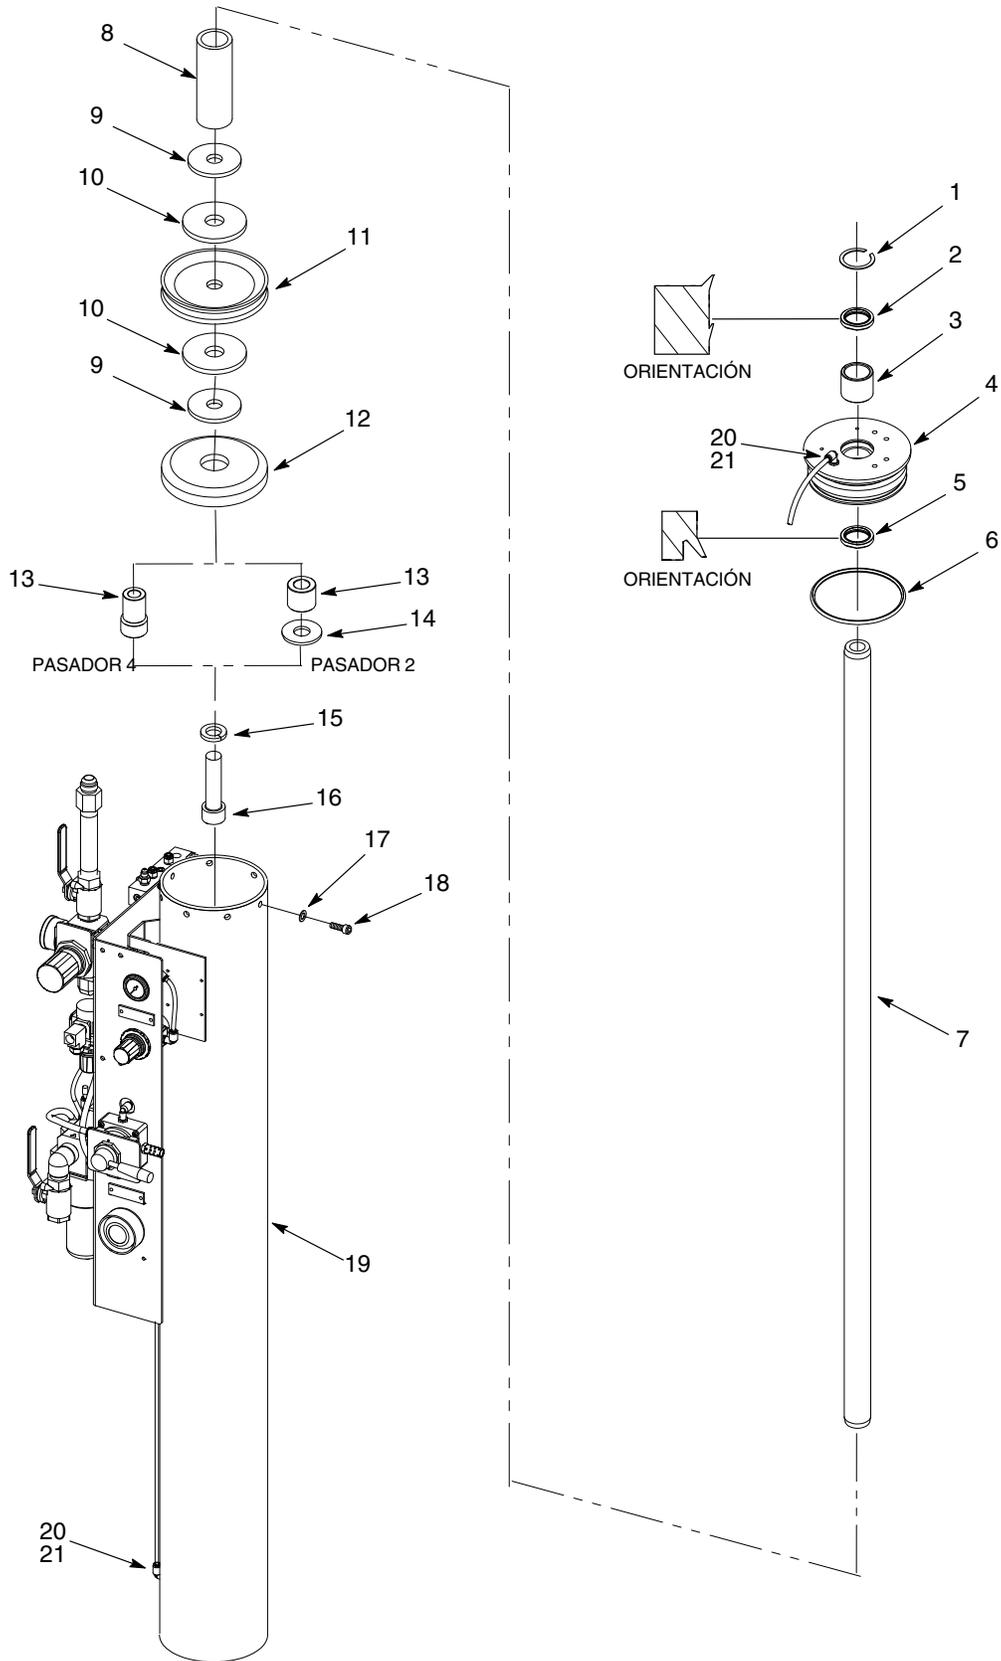

Figura 3 Reacondicionamiento de los cilindros de soporte grande
- Ver la figura 3. Extraer lo siguiente de cada eje de cilindro (7):
- tornillo del eje (16).
- arandelas de bloqueo (15)
- arandelas planas (14)
- separador de pistón inferior (13)
- disco guía de pistón (12)
- placas de soporte de pistón (9)
- juntas (10)
- junta del pistón (11)
- tope del pistón (8)
- Extraer la culata del cilindro (4) de cada eje de cilindro (7):
- Ver la figura 3. Limpiar las paredes internas de los cilindros neumáticos (19). Aplicar inmediatamente lubricante a la junta tórica para evitar la corrosión.
- Limpiar las culatas del cilindro (4) y los ejes de cilindro (7):
- Sustituir las juntas (5 y 11), los rascadores limpiadores (2), los cojinetes (3), las juntas tóricas (6) y las juntas obturadoras (10).
- Guiar con cuidado el eje de cilindro (7) por el cilindro neumático (19) hasta que toque fondo. Instalar de la misma manera el eje de cilindro restante.
- Orientar las culatas del cilindro (4) tal y como se indica durante la extracción.
- Instalar cada culata del cilindro (4) en el cilindro neumático (19). Instalar las arandelas (17) y los tornillos de casquete (18) en cada cilindro. Apretar cada cilindro (16) a 10-15 pies-lb (14-20 N•m).
- Conectar los tubos de aire (20) a los racores (21).
- Instalar cualquier dispositivo o soporte que haya sido extraído de la parte superior del cabezal del cilindro (4).
- Ver la figura 3. Lubricar los siguientes ítems nuevos con petrolato e instalarlos en cada culata del cilindro (4):
- junta de eje (5)
- cojinete (3)
- rascador limpiador (2)